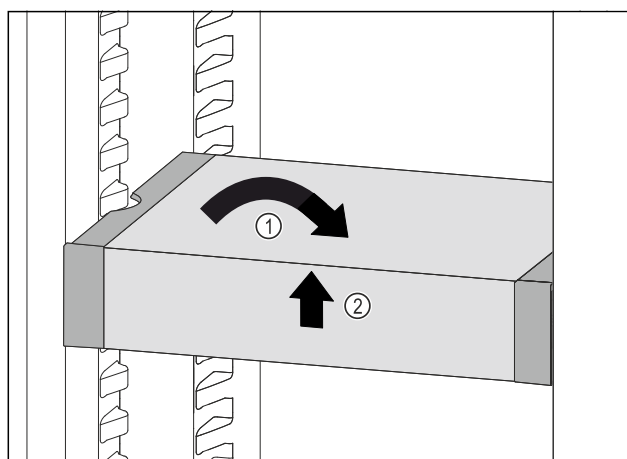

Fig. 138
- Collocare VarioSafe in maniera dritta. Fig. 138 (1)
- Sollevare VarioSafe dal lato anteriore. Fig. 138 (2)